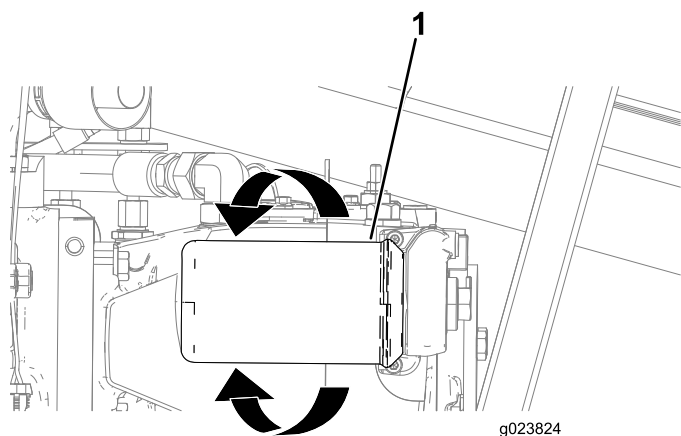

Figura 123
3. Coloque un recipiente de drenaje o varios trapos debajo del filtro de carga (Figura 123).
4. Gire el filtro de carga en sentido antihorario y retire el filtro (Figura 123).
6. Alinee el filtro de carga con su asiento, y gírelo en sentido horario hasta que la junta del filtro entre en contacto con el adaptador (Figura 123).